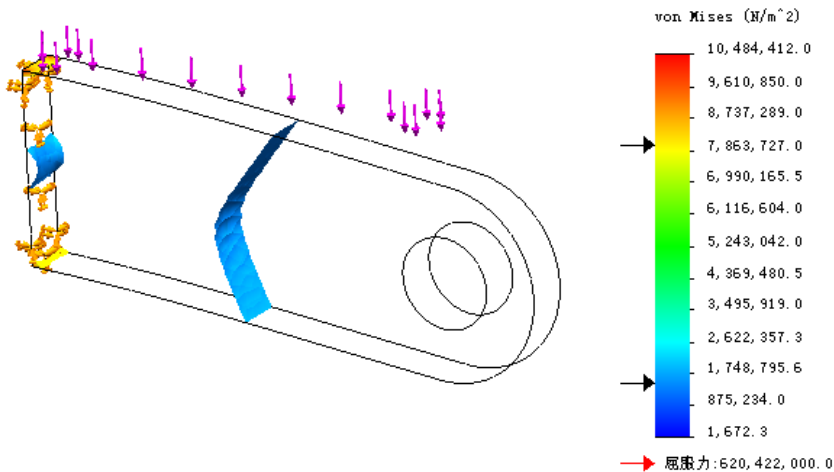

图 12.3.42 图解结果显示
Step3. 定义等值 2。在对话框的  文本框中输入数值 1500000（1.5MPa），图解结果如图 12.3.42 所示。